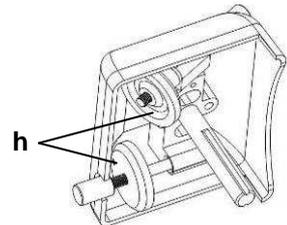

Abb. 13
- Reiben Sie die Schleifsteine (h) nach dem Schärfen mit einer in Alkohol getränkten Reinigungsbürste ab (Abb. 13).